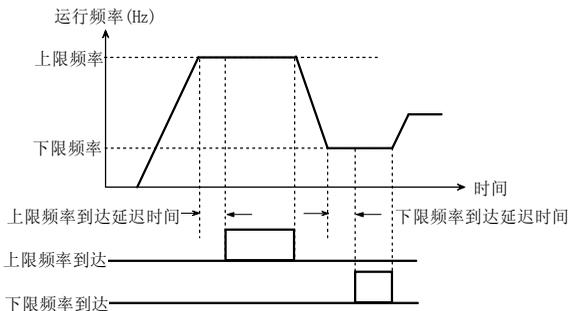

图 5-3-10 上下限频率到达
- ◆ 此两项功能在P3.13、P3.16设定D0，继电器输出选择为“FDTH 上限频率到达”或“FDTL 下限频率到达”时有效。通常用在多台电机工频、变频切换时，为防止负载抖动，信号不稳定而设置，如图5-3-10所示。